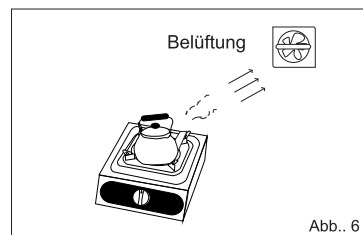

Abb.. 6
- Versichern Sie sich, daß das Zimmer gut belüftet ist. Benutzen Sie niemals den Gaskocher in einem Raum, der nicht belüftet werden kann. (über 10 Minuten) (Abb.6)